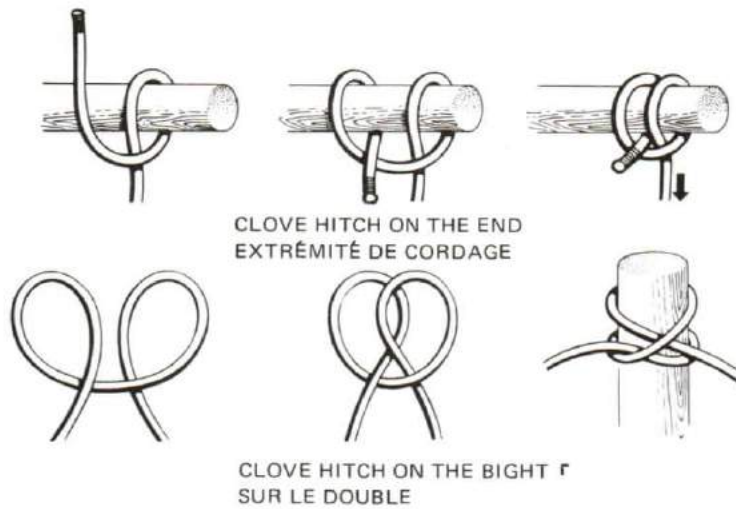

Figure 10-32
2. The Clove Hitch is used to secure a rope's end temporarily to a rail or spar. It is used to make fast the inboard end of a heaving line or a hand lead line. It can be made with the end of a rope or with a bight as shown in Figure 10-32.
2. La demi-clé à capeler s'emploie pour fixer l'extrémité d'un cordage sur une rambarde ou un espar. On l'emploie pour assujettir au navire l'extrémité d'un lance-amarres ou d'une ligne de petite sonde. On peut la confectionner avec l'extrémité d'un cordage ou avec un double comme le montre la figure 10-32.